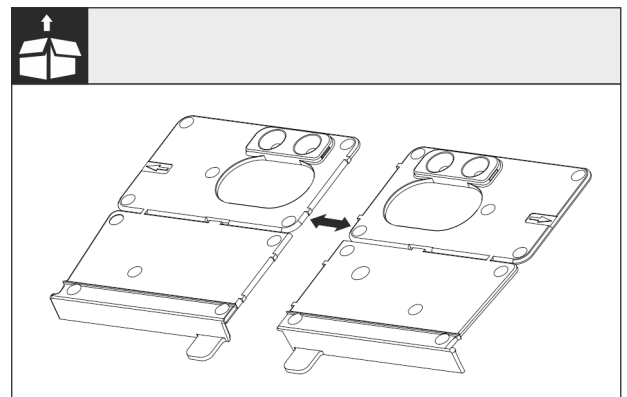

Fig. 27
► Montagewinkel Boden Fig. 27 () an der Perforierung trennen.